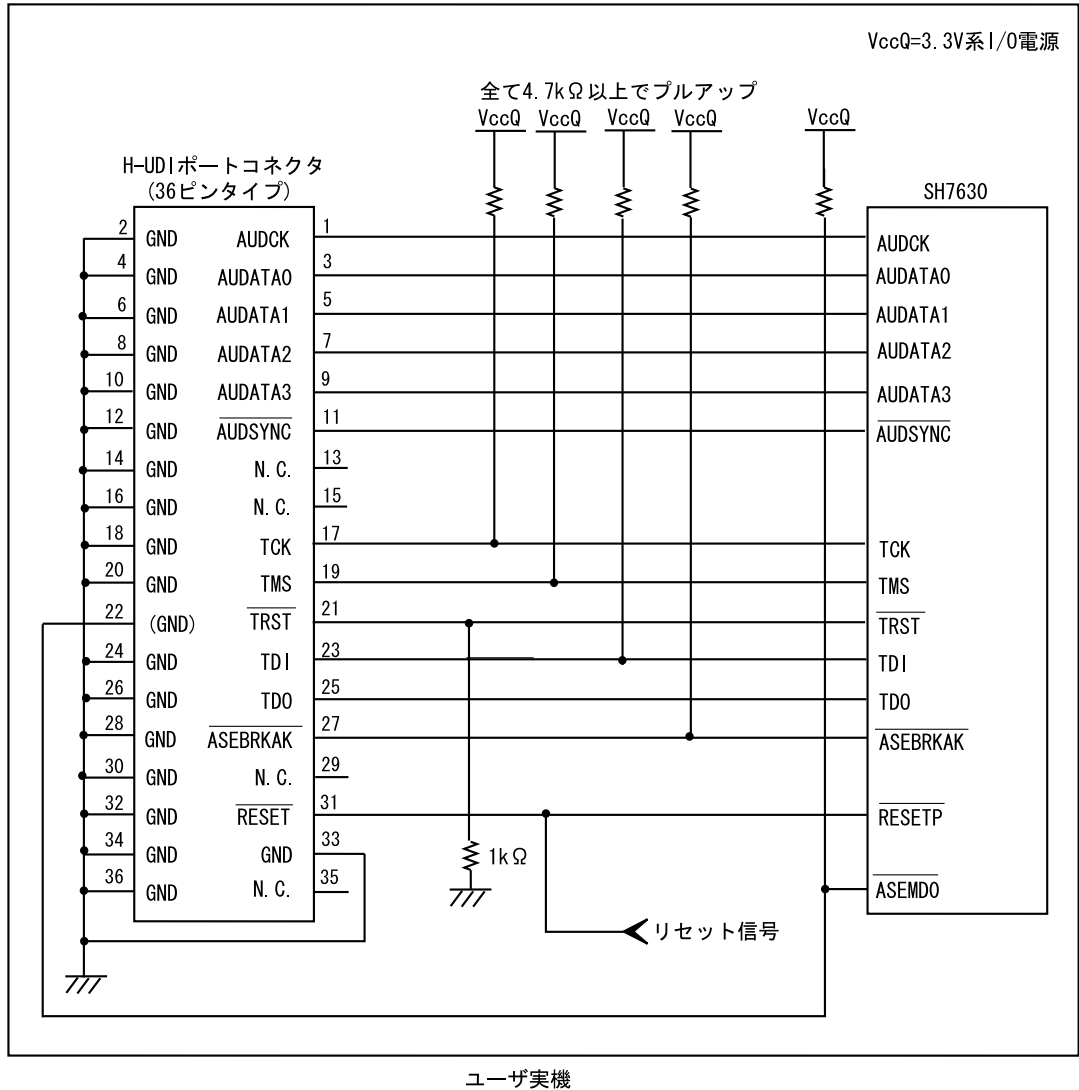

図 1.4 E10A-USB 使用時の H-UDI ポートコネクタ - チップ間の接続例
E10A-USBエミュレータ使用時のH-UDI+AUDポートコネクタ(36ピンタイプ)とチップ間の推奨接続例を図 1.3、UVCC 未接続時の接続例を図 1.4 に示します。
- 図 1.4 接続例で回路を組んだ場合の E10A-USB エミュレータのスイッチ設定 : SW2=0, SW3=1